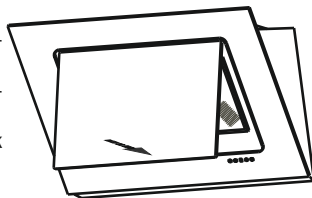

рис. 4
8.3 Для очистки алюминиевого фильтра извлеките его из вытяжки (рис.4). Произведите очистку фильтра с помощью щетки горячим водным раствором нейтрального моющего средства вручную или в посудомоечной машине (при 60°C). Сильно загрязненный фильтр не следует мыть в посудомоечной машине вместе с посудой. Старайтесь не сгибать фильтр при мойке. Возможное изменение цвета фильтра, с течением времени, не приводит к снижению эффективности его действия.
6.1.2 Перед установкой кухонной вытяжки снимите алюминиевый фильтр (рис. 4). Предварительно откройте стеклянную откидную панель:
Чтобы снять алюминиевый фильтр, нажмите на пружинный замок фильтра и потяните его на себя (рис. 4).